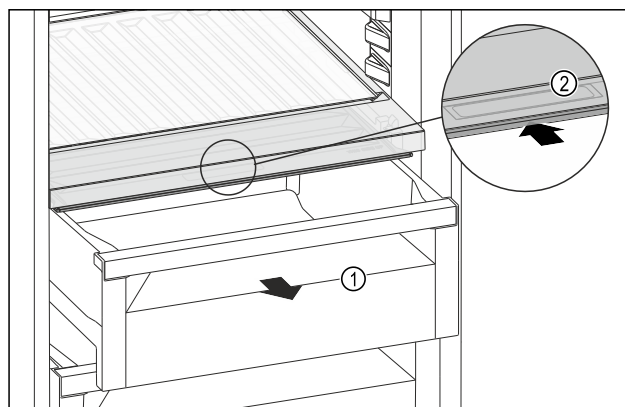

Fig. 169
- Schuifvak Fig. 169 (1) uittrekken.
- Greeplijst Fig. 169 (2) op het vakdeksel vastpakken en het vakdeksel gelijktijdig naar achteren schuiven.